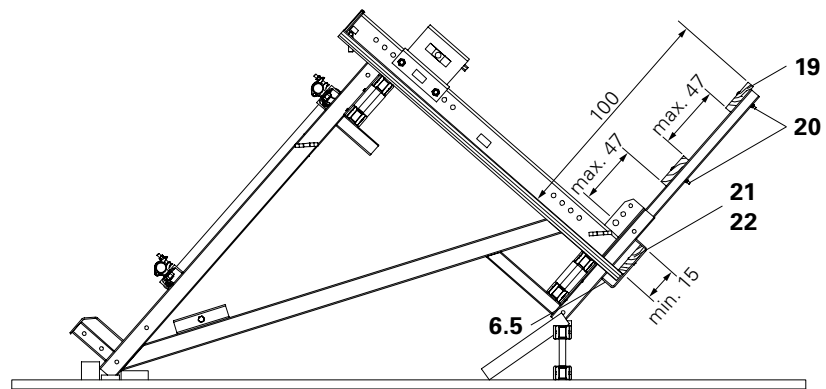
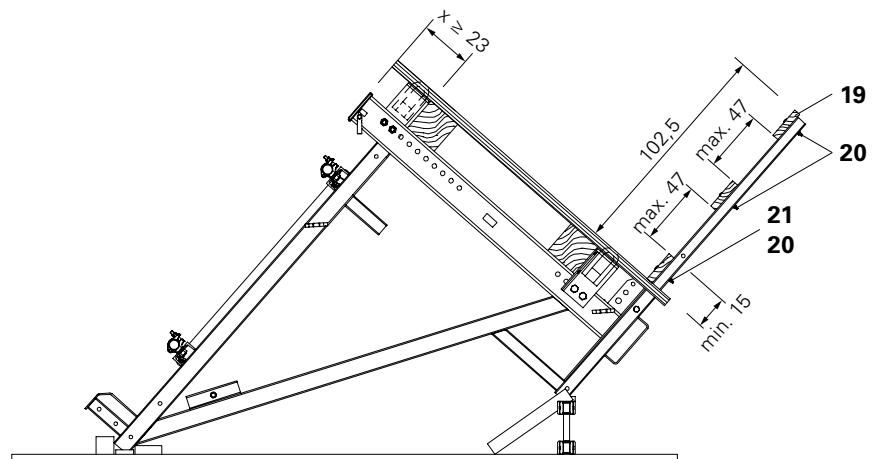

Fig. A1.19a
Fig. A1.19b
1. Tagliare le tavole (19) della larghezza della piattaforma, ad angolo retto.
2. Fissare le tavole (19) al montante parapetto CB 160 (6.1) con i morsetti. Altezza: a seconda della configurazione dell'impalcato. (Fig. A1.19a + A1.19b)
3. Fissare le tavole parapetto (19) con due bulloni a testa tonda DIN 603 M8 x 100 (20) ciascuna. Preforare le tavole.
4. Fissare le tavole fermapiede (21) a seconda della configurazione dell'impalcato con bulloni a testa tonda DIN 603 M8 x 100 MU (20) al montante CB 160 (Fig. A1.19b) oppure con viti TSS-Torx 6 x 40 (22) alla staffa (6.5). (Fig. A1.19a)